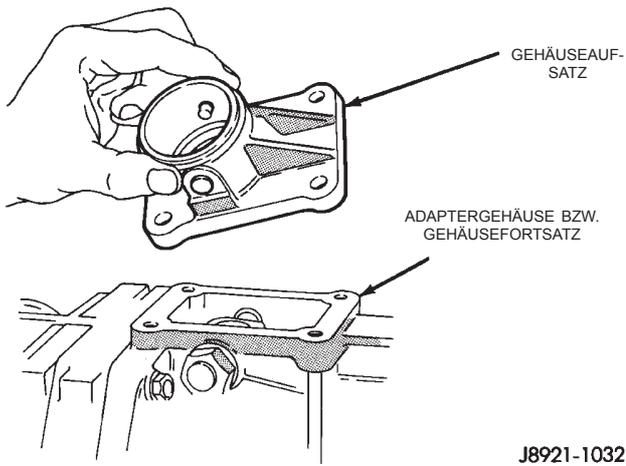
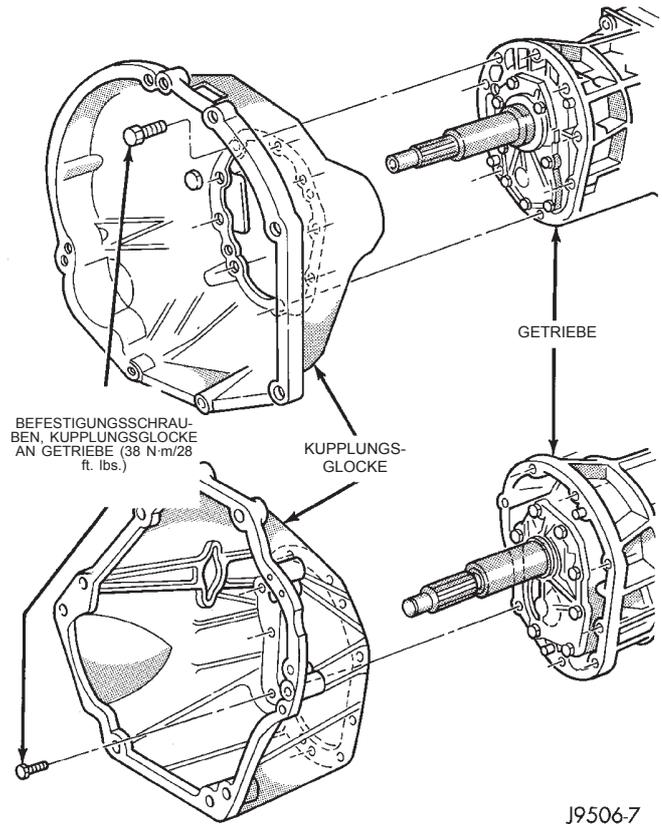

Abb. 17 Gehäuseaufsatz ausbauen
Abb. 19 Kupplungsglocke
- (1) Falls erforderlich, das Getriebeöl ablassen.
- (2) Ausrücklager und Ausrückgabel ausbauen.
- (3) Die Befestigungsschrauben der Kupplungsglocke lösen und die Kupplungsglocke abnehmen (Abb. 19).
- (4) Falls erforderlich, den Geschwindigkeitsabnehmer und den Tachometeradapter ausbauen.
- (5) Die Befestigungsschrauben lösen, mit denen der Gehäuseaufsatz am Getriebegehäuse befestigt ist.
- (6) Den Gehäuseaufsatz vom Getriebegehäuse abnehmen (Abb. 17).